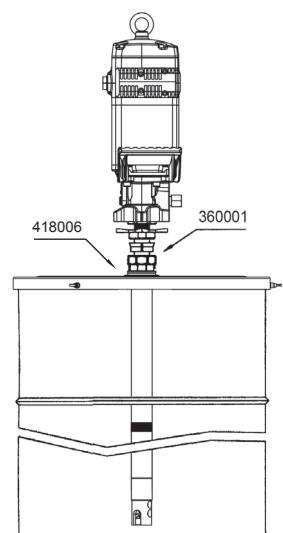

Рис. 2
b. Монтаж с использованием крышки (418006 для бочки 185 кг и 418016 для бочки 50 кг) и соединительного переходника 360001. Закрепить крышку на бочке и хорошо затянуть гайку соединительного переходника в 2" соединительном отверстии крышки. Выполнить ввод насоса через гильзу и отрегулировать ее с помощью звездочки для установки на необходимую высоту (см. рисунок 2).